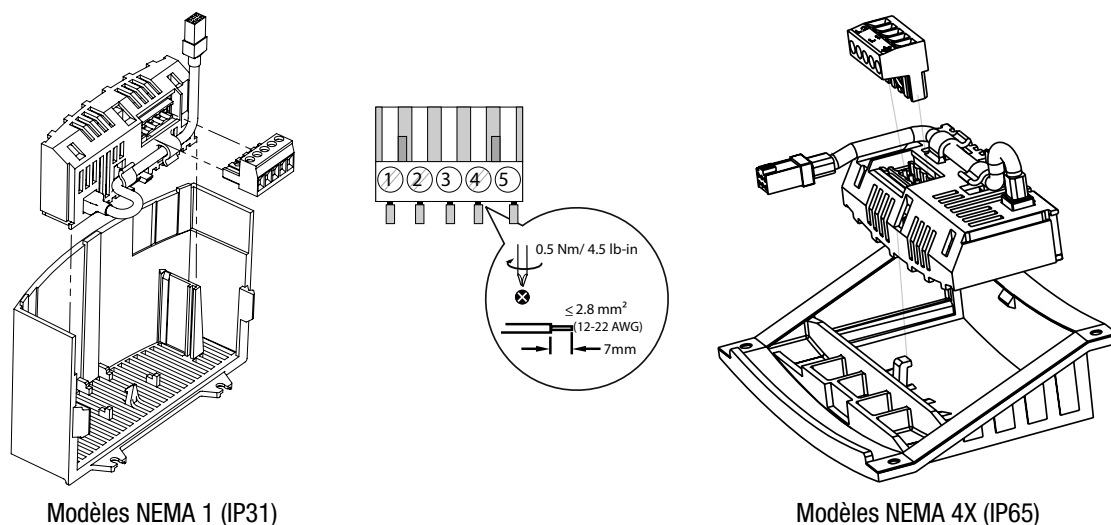

Figure 2 : Installation du module de communication RS-485
2. Insérer le module RS-485 en option dans le capot et l'encliqueter fermement en position tel qu'illustré à la Figure 2.